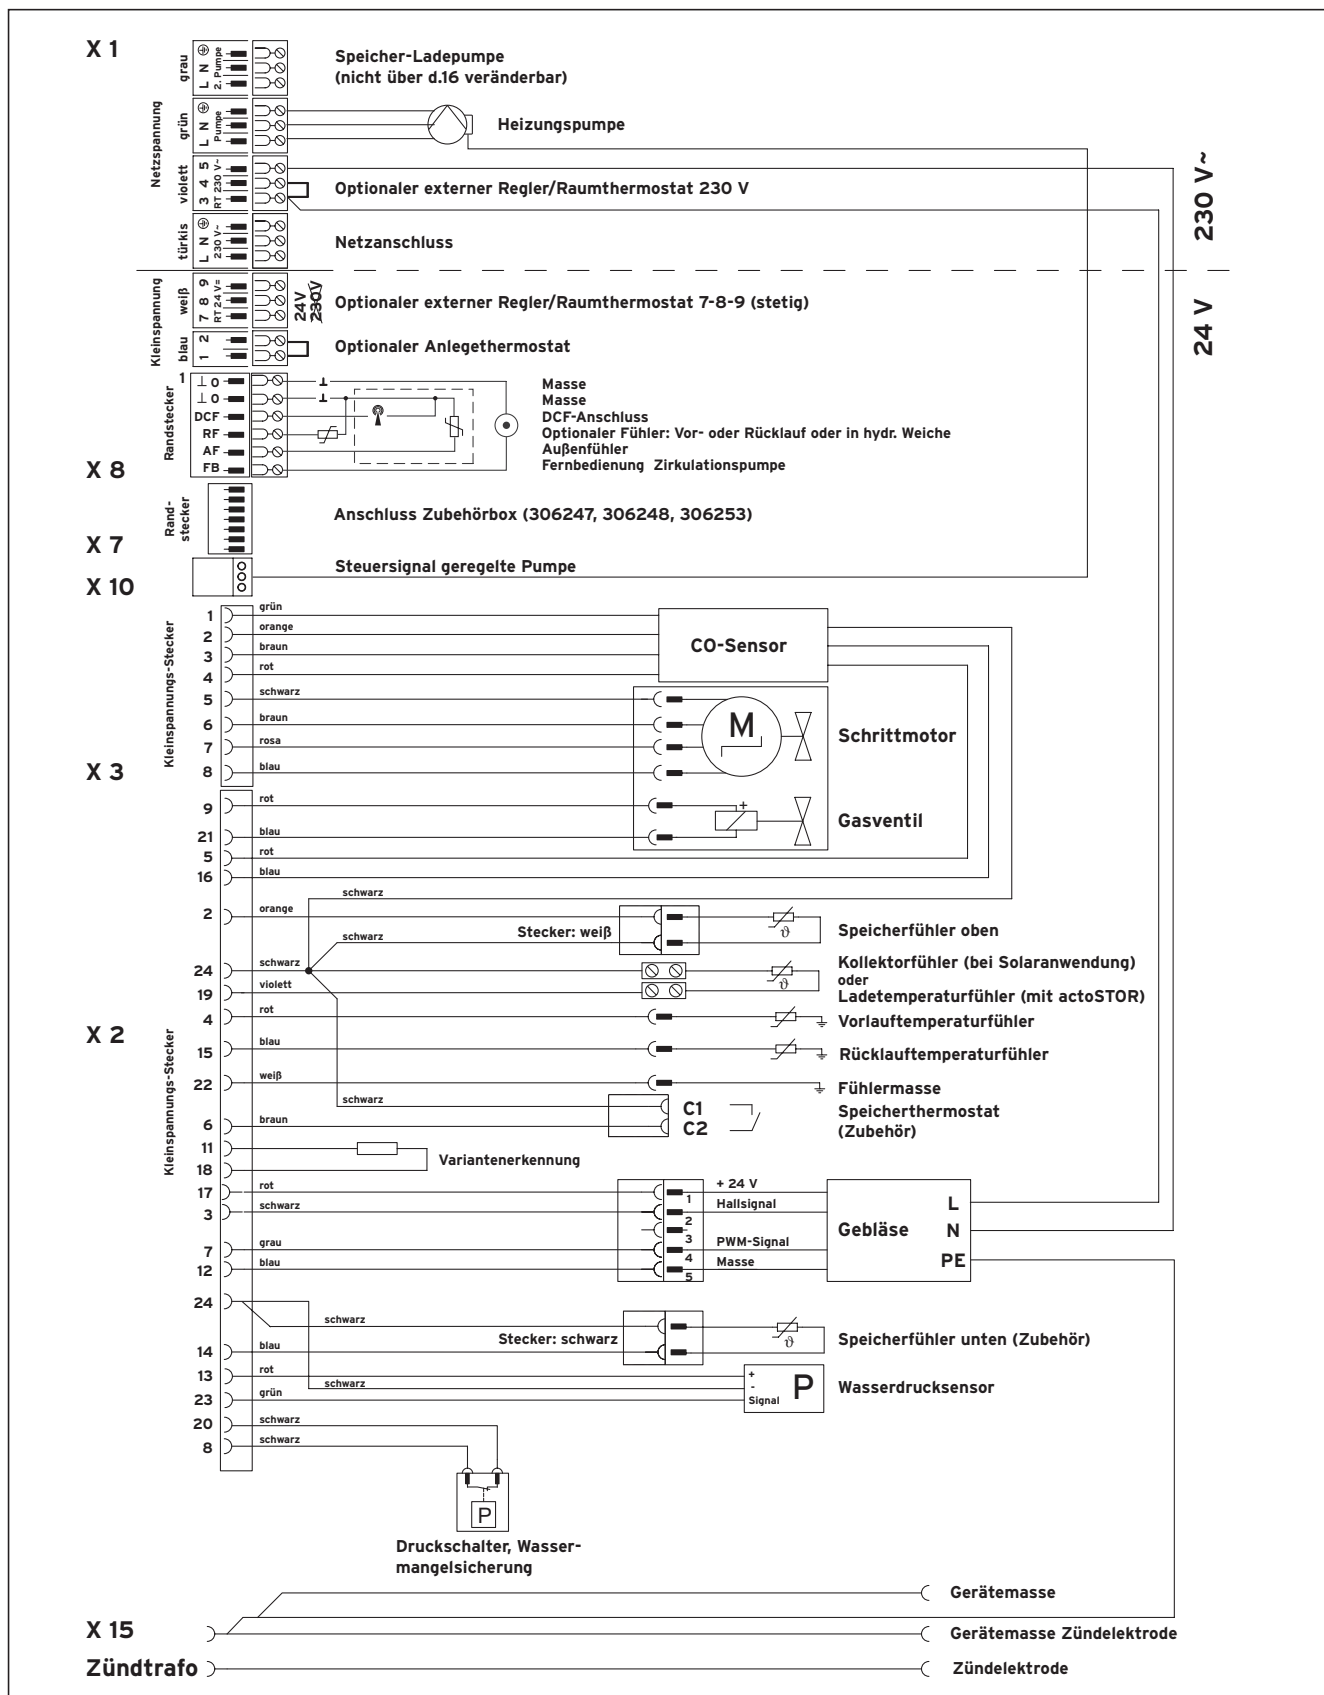

Abb. 4.18 Anschlussplan ecoTEC exklusiv VC
- Schließen Sie die Anschlusskabel entsprechend Abb. 4.18 an die ProE-Stecker bzw. Steckplätze der Elektronik an.
Die Ansteuerung erfolgt über einen bauseits zu stellenden, geräteexternen Taster, der an einer beliebigen Stelle in der Wohnung, z. B. Bad oder Küche) installiert sein kann. Der Taster wird an Klemmen X8/1 und X8/6 der Elektronik des ecoTEC VC 466/2-E angeschlossen (s. Abb. 4.18). Bei Betätigung des Tasters wird die Zirkulationspumpe in Betrieb genommen. Nach Ablauf von 5 Minuten wird die Pumpe wieder abgeschaltet. Es können mehrere Taster parallel geschaltet werden. Unabhängig von der externen Ansteuerung der Zirkulationspumpe ist die Funktion „Ansteuerung durch programmierbare Zeitfenster“ durch einen Regler weiterhin möglich.
- Schließen Sie den Kollektorfühler (Art.-Nr. 25 35 30) an das entsprechende Anschlusskabel der Geräteelektronik an (s. Abb. 4.18). Die Brücke an der Lüsterklemme ist zu entfernen.
- Schließen Sie den unteren Solarspeicherfühler (Art.-Nr. 71 14 13) an das entsprechende Anschlusskabel der Geräteelektronik an (s. Abb. 4.18).
- Schließen Sie den oberen Solarspeicherfühler (Art.-Nr. 71 14 13) an das Anschlusskabel „Speicher-NTC-Anschluss“ der Geräteelektronik an (s. Abb. 4.18).
- Schließen Sie die Signalleitung „Warmwasseranforderung“ des externen Reglers an das Anschlusskabel „BW-Kontakt C1/C2“ der Geräteelektronik an (s. Abb. 4.18).